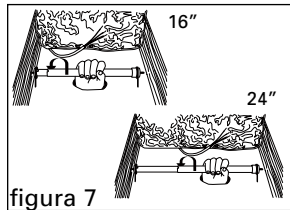

figura 7
4. Usando una mano, empuje la vigueta del techo en la madera hasta que este apretado bien a mano (figura 7). **No use alicate o una llave.** Durante este proceso, el tubo exterior hace el papel de destornillador con muesca.